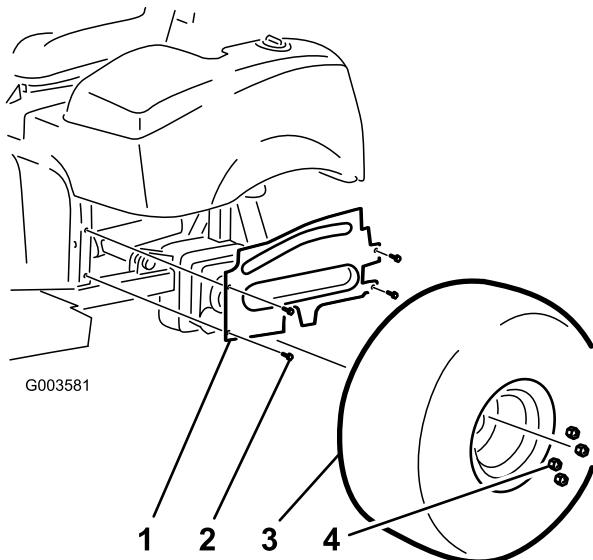

Figura 4
- 4. Retire los 4 tornillos con arandela prensada que sujetan la cubierta de la rueda izquierda al bastidor (**Figura 4**). Retire y guarde la cubierta.